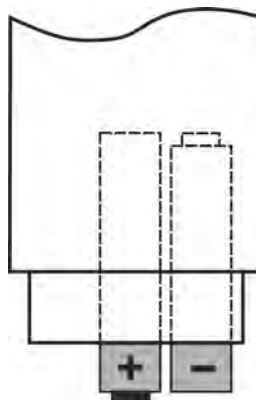

Fig. 8: Substituição das pilhas
3. Inserir as novas pilhas do mesmo tipo (ver § 7.1.2) respeitando as polaridades (ver Fig. 8).